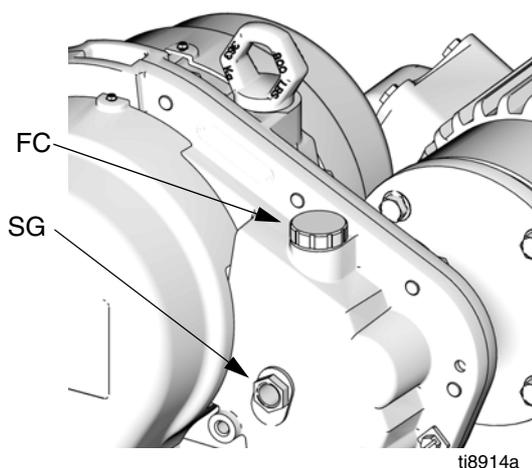

FIG. 8. Rabbocco dell'olio
Ogni giorno controllare il livello olio nella spia visiva (SG) sul riduttore a ingranaggi con il motore in funzione. Il livello dell'olio (con motore in funzione) dovrebbe scendere fra la sommità e il fondo della spia visiva (SG). Aprire il cappuccio di riempimento (FC) e riempire il serbatoio dell'olio del riduttore a ingranaggi come richiesto con olio Graco 288414 (la confezione include dodici bottiglie da 1 quarto). Non riempire troppo. Vedere FIG. 8.